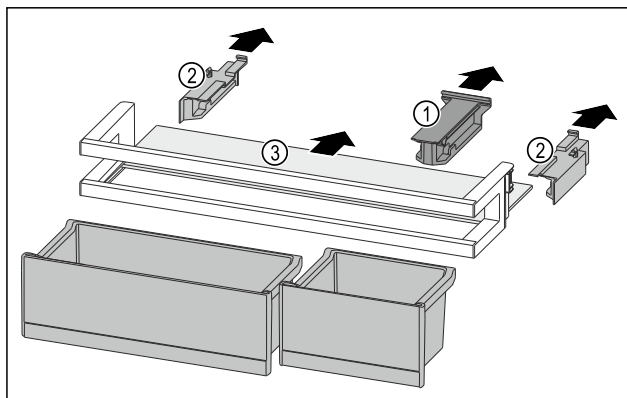

Fig. 198
- ▶ Снимите крепление Fig. 198 (1).
- ▶ Снимите боковые части Fig. 198 (2).
- ▶ Извлеките съемную полку Fig. 198 (3).